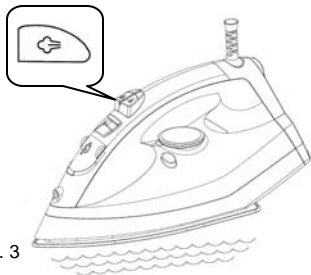

Fig. 3
3. En maintenant le fer à repasser à la position horizontale, appuyez sur le bouton de surplus de vapeur plusieurs fois pour charger la pompe. (Fig. 3)